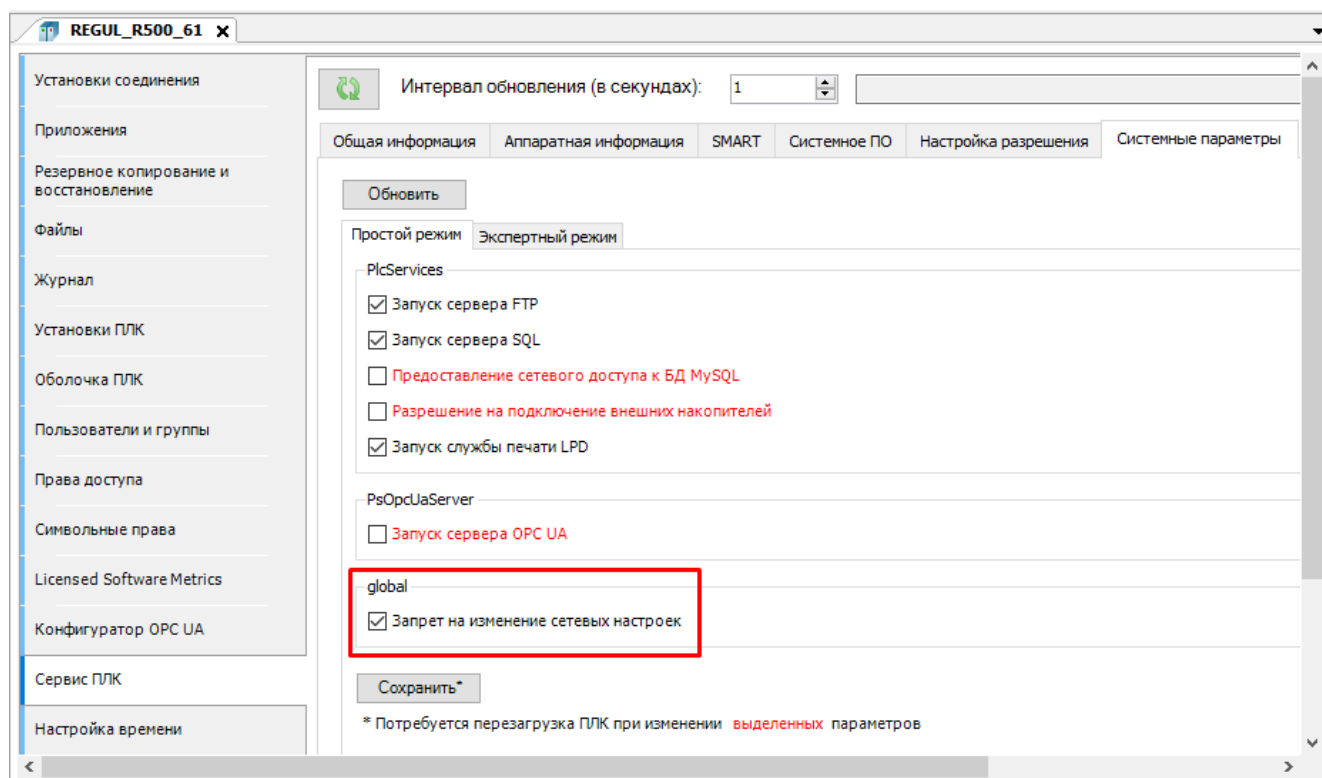

Рисунок 142 – Снятие запрета на изменение сетевых настроек, вкладка простого режима
- на вкладке **Простой режим** в поле *global* с названием строки **Запрет на изменение сетевых настроек** снимите флажок и нажмите кнопку **Сохранить** (Рисунок 142);